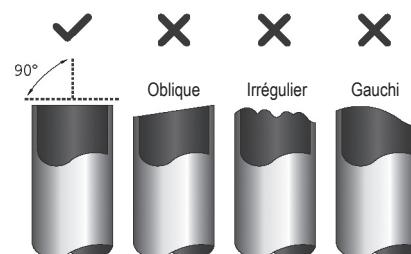

Fig. 6.1
- Assurez-vous que le tuyau est parfaitement coupé à un angle de 90°. Reportez-vous à la Fig. 6.1 pour obtenir des exemples de mauvaises coupes.